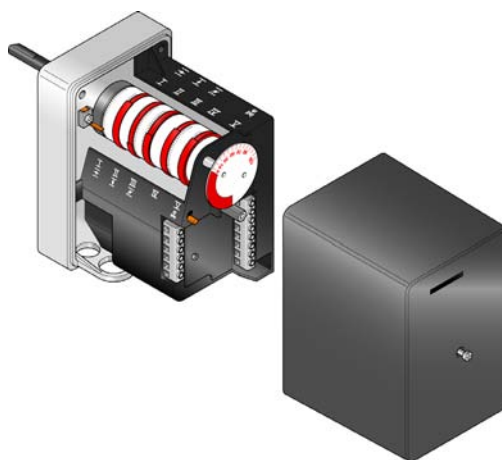
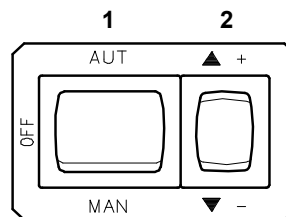
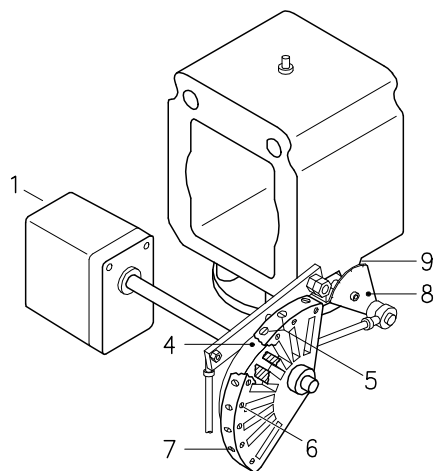
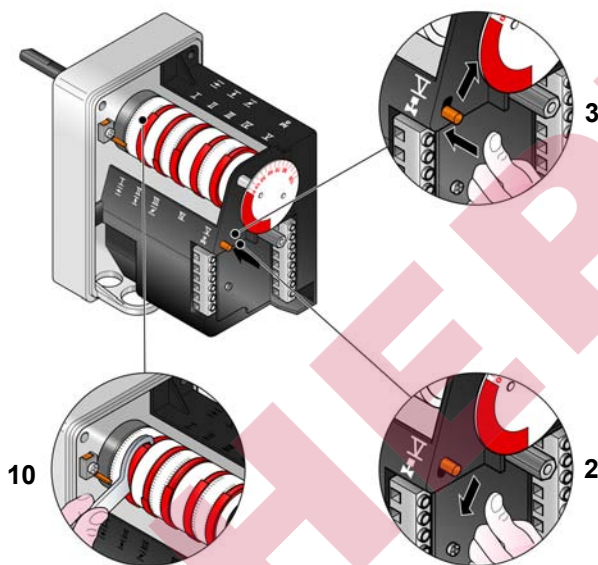

рис. 28
рис. 29
рис. 30
рис. 31
Подайте электричество на горелку через отключающий выключатель на панели котла. Закройте термостаты/реле давления и переведите переключатель на рис. 29 в положение "MAN". Как только горелка запустится, проверьте направление вращения вентилятора через контрольное окно пламени.
МАКСИМАЛЬНАЯ мощность должна быть установлена в пределах скорости горения, указанной на рисунке. 2 на стр. 9. В приведенных выше инструкциях мы оставили горелку включенной на минимальной мощности. Теперь нажмите кнопку "увеличить мощность" 2) (рис. 29 на стр. 25) и удерживайте ее нажатой до тех пор, пока серводвигатель не откроет воздушную заслонку и дроссельный клапан подачи газа.
Подача воздуха регулируется путем изменения угла наклона кулачка I) (рис. 28 на стр. 24) и с помощью переключателя 2) (рис. 29 на стр. 25). Чтобы отрегулировать положение кулачка серводвигателя, смотрите рис. 31.
МИНИМАЛЬНАЯ мощность должна быть выбрана в пределах диапазона скоростей срабатывания, указанного на рис. 2 на стр. 9. Нажмите кнопку 2) (рис. 29 на стр. 25) "Уменьшить мощность" и удерживайте ее нажатой до тех пор, пока серводвигатель не достигнет (рис. 31) заводской настройки.
Постепенно отрегулируйте торцевой профиль мех. кулачка 4) Рис. 30 на стр. 26, используя винты 5). Например, откалибруйте мин. мощность до 800 кВт, проверьте уровень выбросов и при необходимости увеличьте или уменьшите открытие возд. заслонки (см. "Регулировка подачи воздуха").
Увеличьте мощность до 800 кВт с помощью винтов 5) механического кулачка (рис. 30 на стр. 26) и проверьте уровень выбросов.
Регулирование подачи воздуха осуществляется с помощью угла наклона кулачка III) серводвигателя (рис. 28 на стр. 24) и с помощью переключателя 2) (рис. 29 на стр. 25). Чтобы отрегулировать положение кулачка серводвигателя, смотрите рис. 31.
Чтобы отрегулировать кулачок III, смотрите рис. 31.
После регулировки максимальной и минимальной мощности горелки выполните регулировку подачи воздуха в более высокие промежуточные положения серводвигателя. Переход из одной позиции в следующую осуществляется нажатием кнопки 2) на символе (+) или (-) (рис. 29 на стр. 25). Кратковременно нажмите кнопку 2) (рис. 29 на стр. 25) "Увеличить мощность", чтобы серводвигатель повернулся примерно на 20°, см. индекс градуировки серводвигателя (рис. 31) и индекс градуировки воздушной заслонки (рис. 5) (рис. 30 на стр. 26). Вверните или отвинтите винт 5) механического кулачка (рис. 30 на стр. 26), чтобы увеличить или уменьшить подачу газа и отрегулировать его на соответствующую подачу воздуха для достижения оптимального горения. Проведите то же самое с другими винтами.
Выключите горелку с помощью переключателя 1) (рис. 29), установите его в положение ВЫКЛ., отпустите механический кулачок I) (рис. 28), чтобы разъединить шестерни серводвигателя, нажав и переместив вниз кнопку 3) (рис. 31), затем вручную поверните механический кулачок I) (рис. 31). 31) несколько раз пройдите назад и вперед, чтобы убедиться, что движение происходит плавно и без каких-либо помех.
Рекомендуется снова подключить механический кулачок 5) (рис. 30 на стр. 26) к серводвигателю, переместив кнопку 3) (рис. 31) вверх.
- 6s: Запуск серводвигателя: поворот вправо на 130°, пока не сработает контакт на кулачке I (рис. 28 на стр. 24). Воздушная заслонка установлена на макс. мощность.
- 80s: Серводвигатель поворачивается влево до угла на кулачке III (рис. 28 на стр. 24) для достижения мин. мощности.
- 112s: Воздушная заслонка и газовый дроссельный клапан достигают минимального выходного положения (с кулачком III) (рис. 28 на стр. 24) под углом 20°.